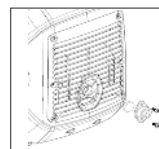

Рис. 27
- Когда глушитель остынет, ослабьте винты на выходе глушителя и снимайте искрогаситель (Рис. 27).